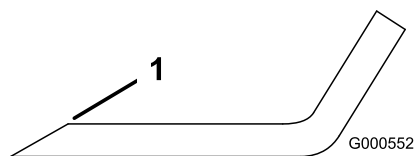

Figura 75
1. Utilize uma lima para afiar aresta de corte em ambas as extremidades da lâmina (Figura 75).
**Nota:** Se lâmina não estiver equilibrada, lime algum metal da extremidade da aba apenas (Figura 75).